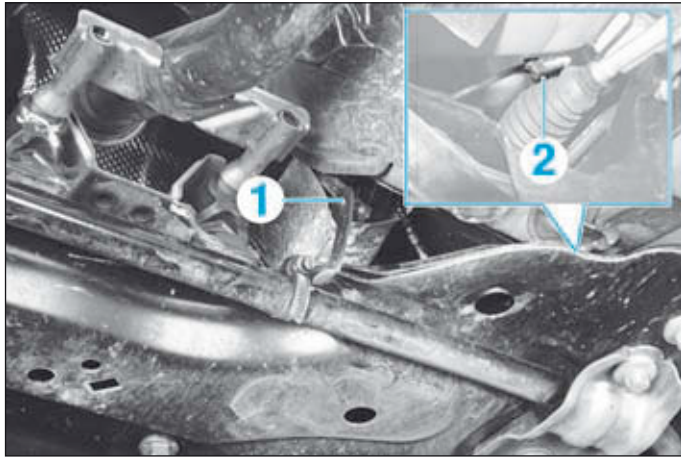

FIG.40
- Désaccoupler, sur les versions équipées de lampes au xénon, la biellette (1) du capteur avant de hauteur de caisse (Fig.40).
- Débrancher, sur les versions équipées de lampes au xénon, le connecteur (2) du capteur avant de hauteur de caisse.